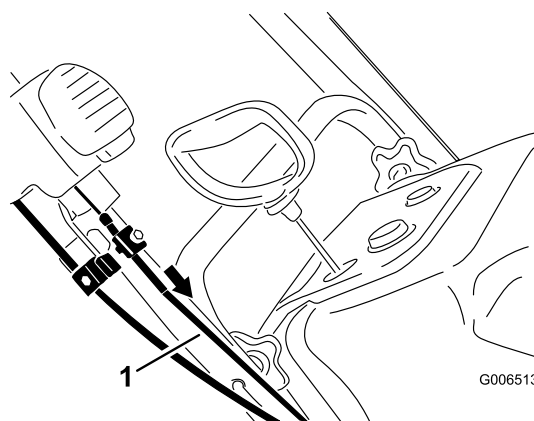

Figura42
5. Trageți cadrul cablului superior în față până când eliminați jocul cablului și strângeți ferm șurubul de pe clemă cablului superior (Figura42).